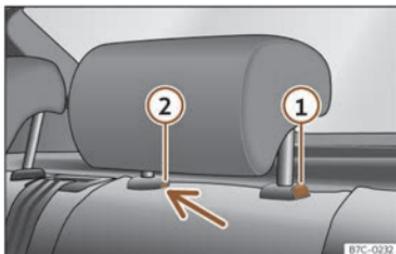

Fig. 72 Poggiatesta posteriore: smontaggio.
- Premere il tasto >>> **fig. 72** ①, premendo al tempo stesso attraverso il foro della sicura ② con un cacciavite piatto di massimo 5 mm di larghezza e rimuovere il poggiatesta.